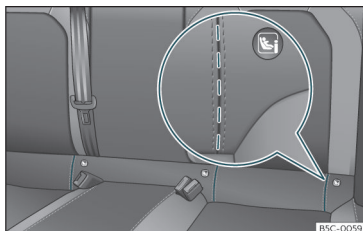

Fig. 31 Asiento trasero: ranuras troqueladas para acceder a las anillas de sujeción ISOFIX/i-Size.
En algunos vehículos, las anillas van fijadas al armazón del asiento y en otros al suelo posterior. Las anillas “ISOFIX” están ubicadas entre el respaldo y el cojín del asiento trasero >>> **fig. 31**. Las anillas Top Tether están situadas en la zona posterior de los respaldos
- Proceda previamente a la apertura manual del troquelado situado detrás de las ranuras marcadas para tener acceso a las argollas de sujeción »» fig. 31.